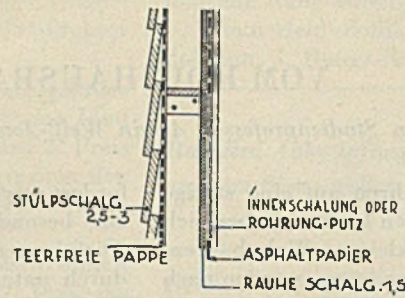

Abb. 4a. Senkrechter Schnitt. Einfachste Ausführung
A. Nicht ausgemauerte Fachwerkwände (Abb. 4a—4c)
Die Innenschalung soll, wenn die Hohlräume leer bleiben, eine doppelte sein (Abb. 4a). Auf eine raue, etwa 1,5 cm starke Schalung kommt die gehobelte und genutete Schalung. Statt dessen kann man auch Leichtbau- oder Holzfaserplatten anbringen. Die Deckleisten auf solchen Plattenwänden wirken oft unruhig, besonders wenn sie noch farbig hervorgehoben sind. Man soll sie daher möglichst unauffällig gestalten und im Farbton der Wand halten. Sind die Gefache ausgefüllt oder isoliert, so genügt eine einfache Innenschalung. In Räumen, worin gekocht wird und sich Wasserdämpfe entwickeln können, oder die besonders warm sein sollen, wird das Riegelwerk zweckmäßig innen durch eine Lage von billigem Asphaltpapier geschützt (Abb. 4a, 4c, 5, 8 und 9).